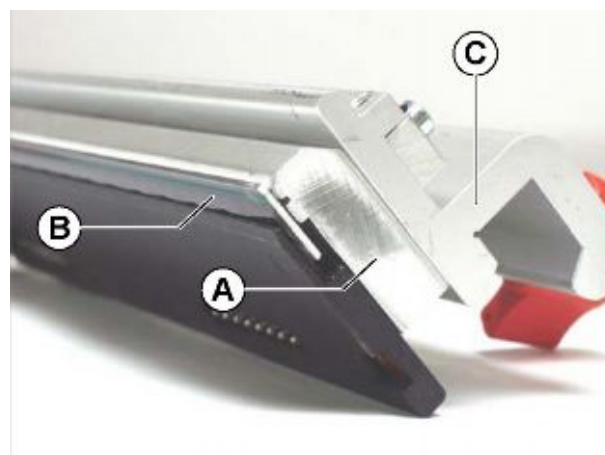

Рис. 2. Печатающая головка
Далее по тексту, печатающей головкой называется термоголовка (Рис. 2А) и ее держатель (Рис. 2С) в сборе.
- Никогда не прикасайтесь к нагревательному элементу (Рис. 2В) голыми руками!